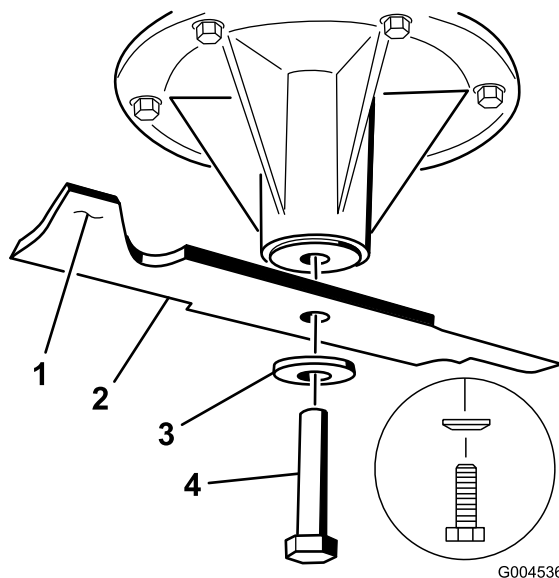

Figure 82
1. Placez la lame sur l'axe (Figure 82).
2. Installez la rondelle élastique et le boulon de la lame (Figure 82).
Remarque: Le cône de la rondelle élastique doit être dirigé vers la tête du boulon (Figure 82).